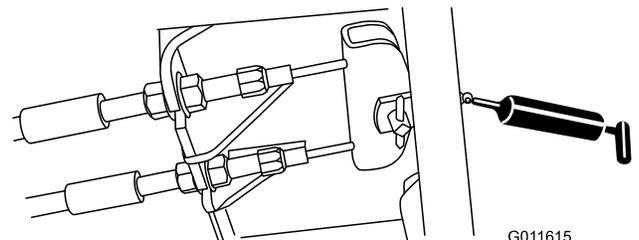

**Рисунок 79**
- Тяги заднего моста (2 шт.) (Рисунок 79)